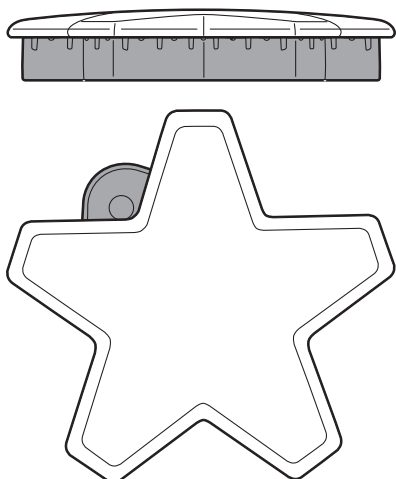
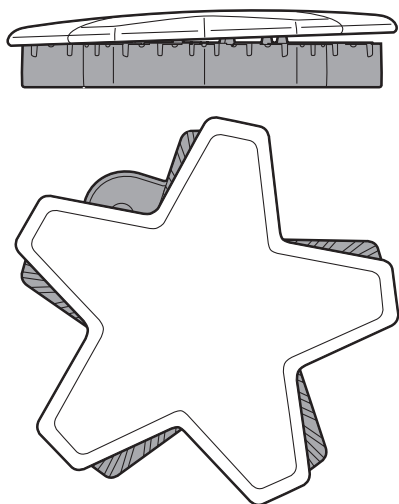

Figure 6 : Chapeau de brûleur placé correctement
Figure 7 : Chapeau de brûleur placé incorrectement
- Vérifiez chaque brûleur pour vous assurer qu'il n'y a pas d'espace entre le chapeau et la base du brûleur. Voir les *Figure 6 et Figure 7* pour des exemples de chapeau de brûleur placé correctement ou incorrectement.
- Vous pouvez essayer de déplacer délicatement les chapeaux des brûleurs latéralement pour vous assurer qu'ils sont placés correctement sur leur base. Lorsqu'ils sont bien placés, les chapeaux des brûleurs sont droits sur la base et couvrent complètement la base du brûleur en forme d'étoile lorsque vous les regardez d'en haut, comme sur la *Figure 6*.
Chaque brûleur STAR^{mc} comporte son propre allumeur électronique qui produit des étincelles lorsque le bouton est activé. Les brûleurs doivent s'allumer en 4 secondes ou moins. Si le brûleur ne s'allume pas, assurez-vous que le chapeau est correctement posé sur sa base (voir les *Figure 6* et *Figure 7*).